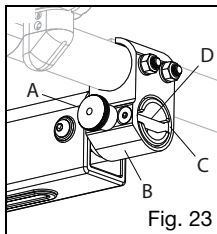

Fig. 23
1. For å fjerne enheten, trekk i utløserknappen (fig. 23:A) for å løsne låsetappen og skyve enheten ut av rørmotstykket.
2. For å sette inn enheten, trekk i utløserknappen (fig. 23:A) og sett enheten inn i rørmotstykket (fig. 23:B).
3. Roter enheten i motstykket for å rette inn sporet (fig. 23:C) og tverrstiften (fig. 23:D).
4. Løsne knotten (fig. 23:A).
2. Bruk borrelåsfestet (fig. 23:A) til å sikre stokken eller krykken til den øvre ryggstolpen. Kontroller at stokker eller krykker vil holde seg sikker på plass, både vertikalt og horisontalt, mens rullestolen er i bevegelse.